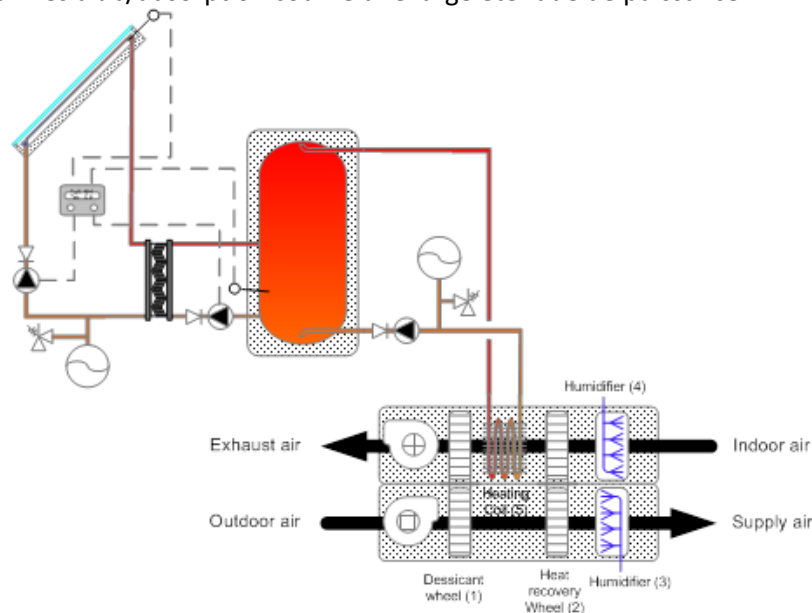

Figure 12. Schéma type hydraulique et aéraulique pour un système solaire de refroidissement à roue dessiccante (Source CEA à l'INES)
- Les systèmes de rafraîchissement par dessiccation : ce sont des systèmes de refroidissement à cycle ouvert, utilisant l'eau comme fluide frigorigène en contact direct avec l'air. Ce cycle est basé sur les propriétés de l'air humide, et utilise des échangeurs de chaleur rotatifs, une roue dessiccante et un humidificateur. L'air intérieur est d'abord humidifié pour diminuer sa température, puis chauffé par l'échangeur de chaleur rotatif et par l'échangeur de chaleur alimenté par la chaleur solaire. L'air chaud ainsi obtenu est utilisé pour régénérer la roue dessiccante. De l'autre côté, l'air extérieur est d'abord déshumidifié dans la roue dessiccante, puis, il est refroidi par l'échangeur de chaleur rotatif et enfin réhumidifié (fig. 12)